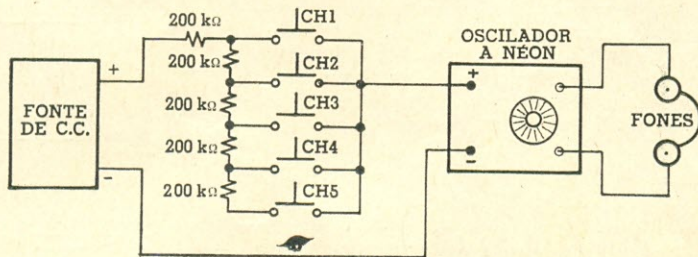

Fig. 15-1
A Fig. 15-1 mostra o diagrama esquemático do órgão eletrônico, com as teclas substituídas por interruptores de pressão. Quando a primeira tecla, representada por CH1, é
Evidentemente, o número de teclas usadas no órgão não é fixado senão pela vontade do montador. Aconselhamos, apenas, que a soma de todos os resistores em série com a alimentação do oscilador não ultrapasse $1\text{ M}\Omega$, e como para cada tecla equivale um resistor, o valor de cada um deles deve ser igual a $1\text{ M}\Omega$ dividido pelo número de teclas a empregar. Note que no caso da Fig. 15-1, sendo cinco o número de teclas, cada resistor tem $200\text{ k}\Omega$.
- 1) Supondo que o oscilador da Fig. 15-1 está ajustado para uma frequência de 900 Hz com uma resistência de $1,6 \text{ M}\Omega$ em série com o capacitor, qual a frequência emitida quando se comprime CH4?